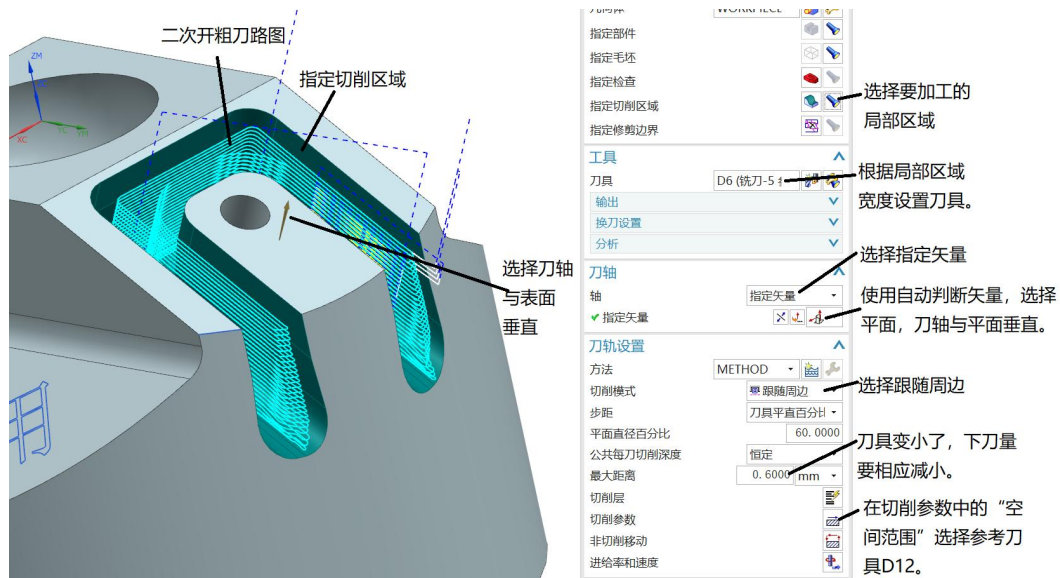

图 2-4 局部开粗
2、二次开粗，与三轴二次开粗基本相同，只需要改变刀轴，让其更好的二次开粗。复制开粗刀路，修改参数，如下图 2-4 所示。